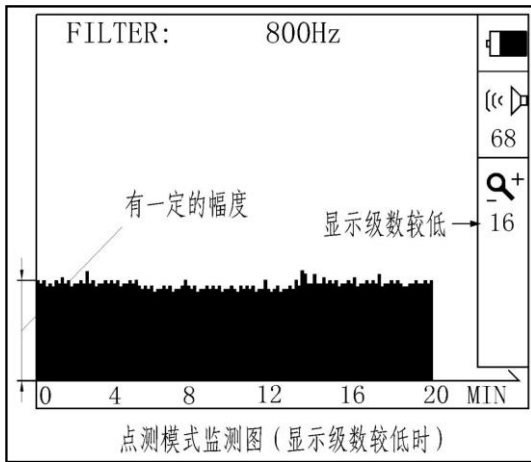
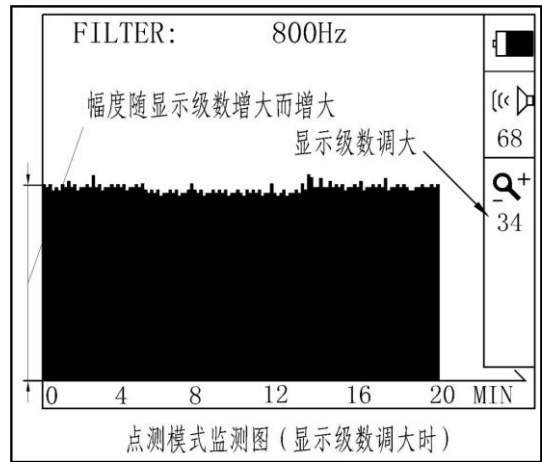

图 9.4
图 9.5
- b) 如果无论将显示级数调小或调大，图形显示为幅度都较大的包络线，可判断该处附近**有漏点**（见图 9.4 和图 9.5）：